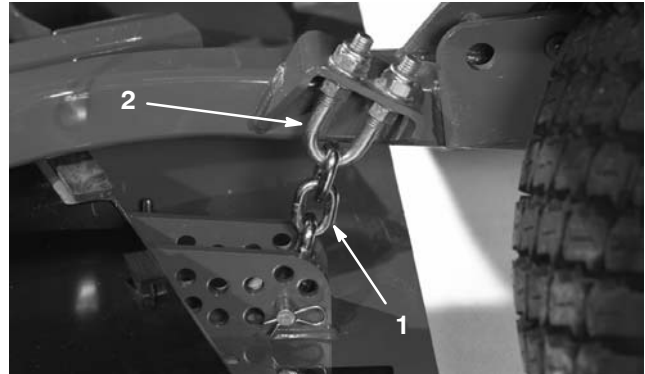

Bild 83
1. Lockern Sie die Klemmmutter an der Unter- oder Oberseite des U-Bügels an der Schnitthöhenkette (Bild 83).